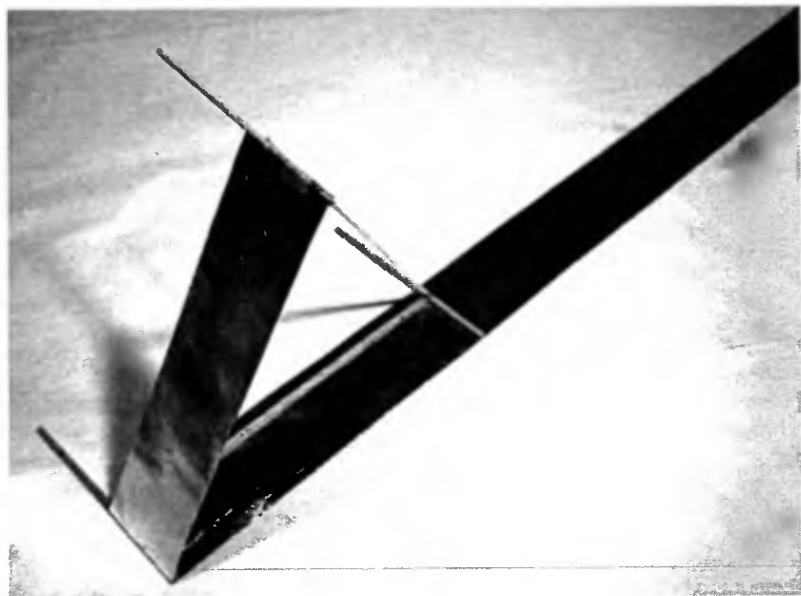

Рис. 1.16. Приклеивание алюминиевой полосы к каркасу
6. Оберните фольгу вокруг каркаса (рис. 1.16). Нанесите клей на деревянную полосу длиной 20 см и прижимайте, пока фольга не приклеится. Обратите внимание (это видно на рисунке), что фольга приклеивается на уровне нижнего конца опоры. Затем нанесите клей на следующую опору, поверните каркас вдоль фольги и приклейте ее, затем последнюю. Лишнюю фольгу срежьте, чтобы после приклеивания над горизонтальными опорами остался 1 см фольги, что уменьшит утечку ионов.